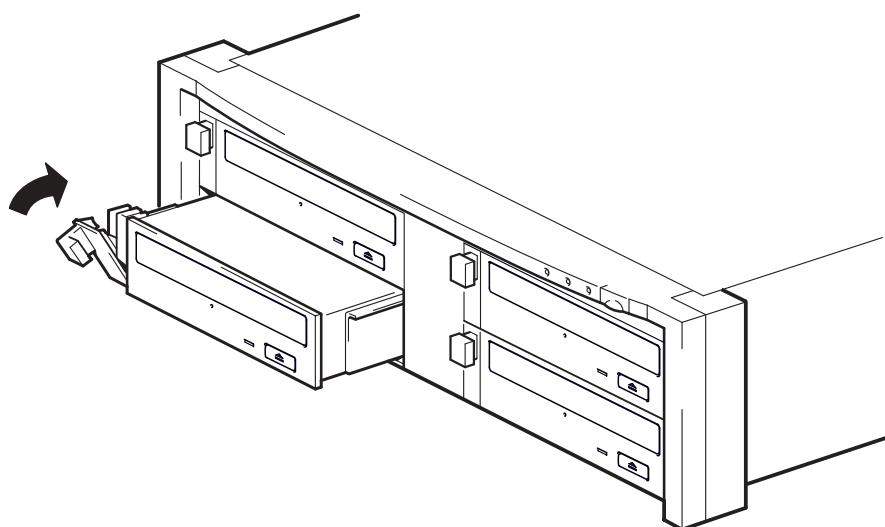

Figura 1b: instalar a unidade
- 2 Deslize a unidade em uma das baias abertas, conforme mostra a figura 1b, assegurando que os trilhos de guia nos dois lados da unidade estejam posicionados nas aberturas da parede divisória. Com cuidado, mas firmemente, assegure-se de que a unidade esteja totalmente empurrada para dentro, de modo que os conectores traseiros estejam assentados de forma segura. A alavanca de extração fechará um pouco.